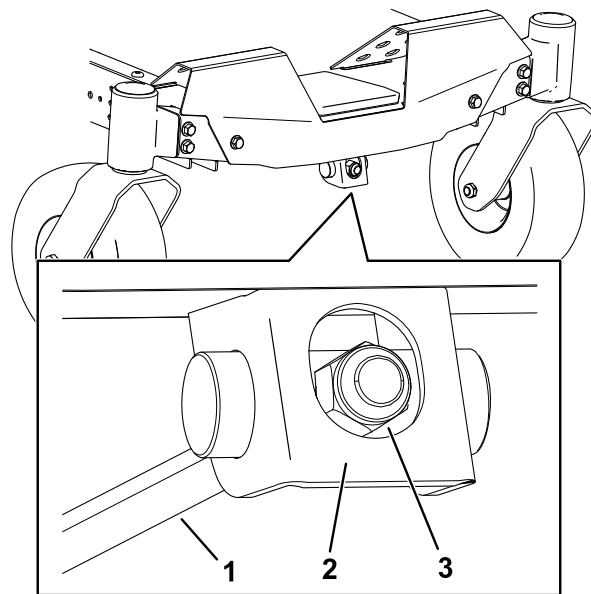

Figura 70
1. Gire la tuerca de ajuste de la parte delantera del cortacésped (Figura 70).